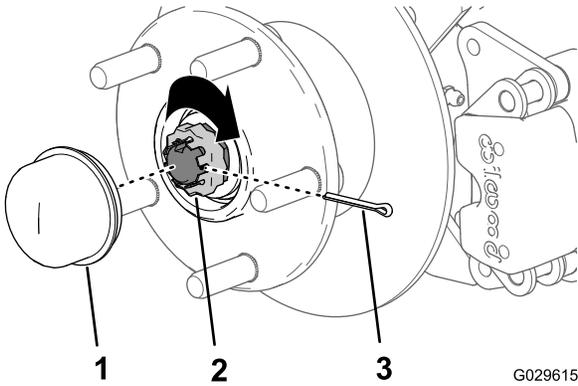

Figure 34
8. Placez le frein d'écrou sur l'écrou et vérifiez que la fente du frein d'écrou et le trou dans la fusée sont alignés et permettent d'insérer la goupille fendue (Figure 34).
9. Insérez la goupille fendue et repliez chaque jambe autour du frein d'écrou (Figure 34).
10. Reposez le capuchon antipoussière sur le moyeu (Figure 34).